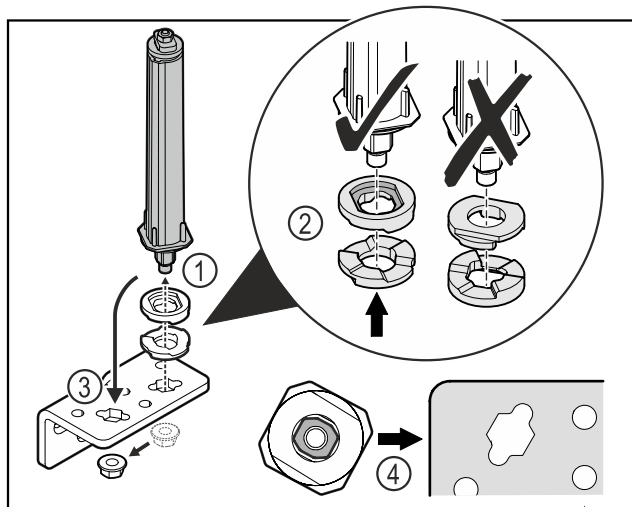

Fig. 29
- ▶ Povolte matici a odstraňte uzávěrací systém dvířek Fig. 29 (1).
- ▶ Dbejte na správné vyrovnaní výškově stavitelných podložek Fig. 29 (2).
- ▶ Přesaďte uzávěrací systém dvířek v úhelníku závěsu a upevněte jej maticí Fig. 29 (3).
- ▶ Při nasazování dbejte na správné vyrovnaní uzávěracího systému dvířek Fig. 29 (4).